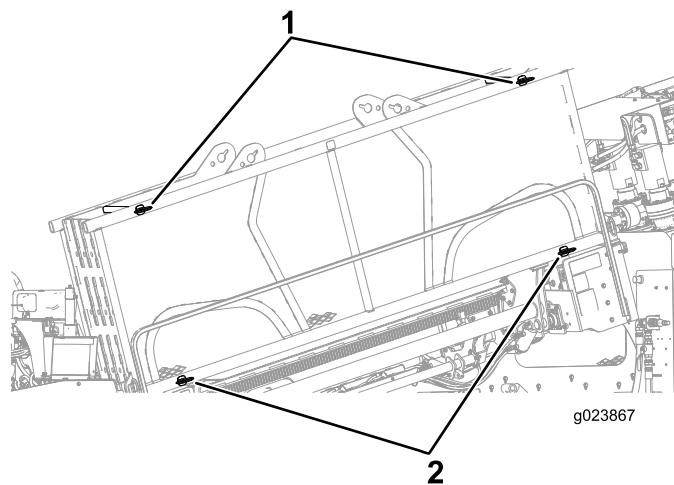

Figura 91
1. Certifique-se de que os 2 pinos superiores e os 2 pinos inferiores estejam instalados, mantendo as hastes confinadas no porta-hastes (Figura 91).